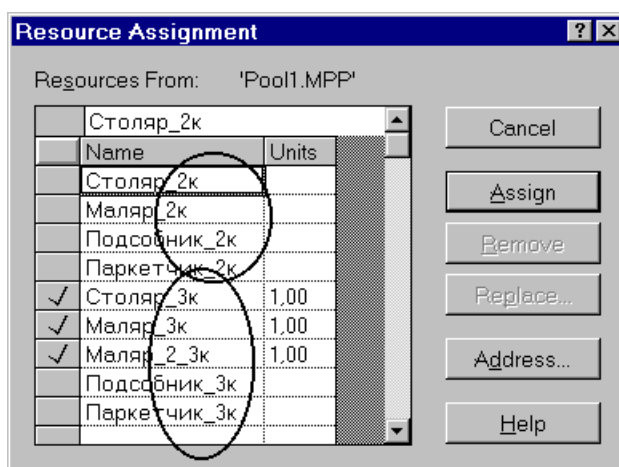

Рис.10.2.
- Пример списка ресурсов, разделяемых двумя проектами представлен на Рис.10.2.